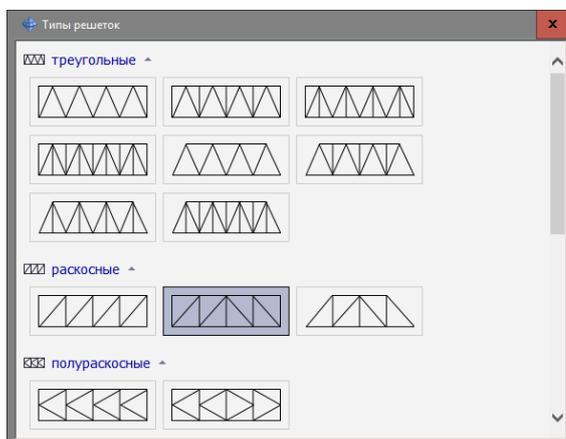

Рис.15.21. Диалоговое окно Типы решеток
- вызовите диалоговое окно **Типы решеток** (рис.15.21) щелчком по кнопке - **Решетка**;